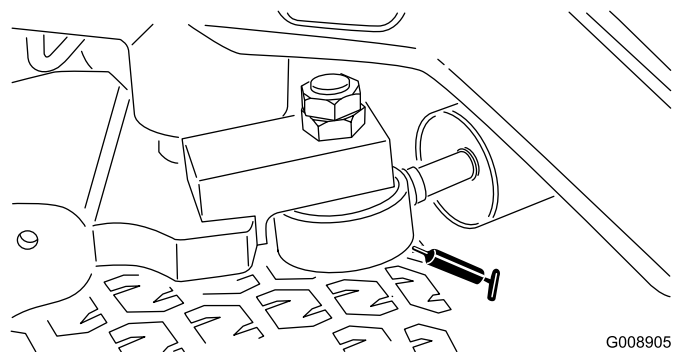

Figura 61
**Nota:** Se desejar, instale outro bocal de lubrificação na outra ponta do cilindro da direção. Retire o pneu, instale o bocal, lubrifique o bocal, retire o bocal e instale o tampão (Figura 61).